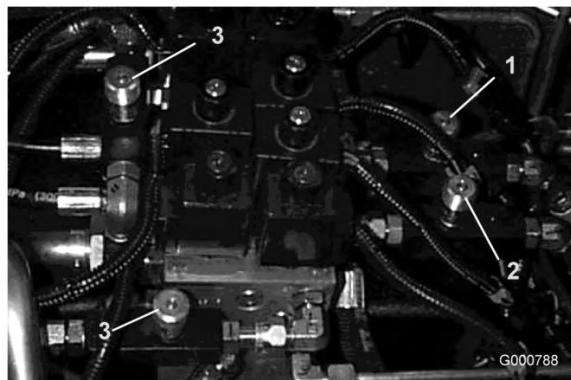

図 74
1. 調整バルブは運転席の下にある (図 74)。
9. 調整バルブは運転席の下にある（図 74）。